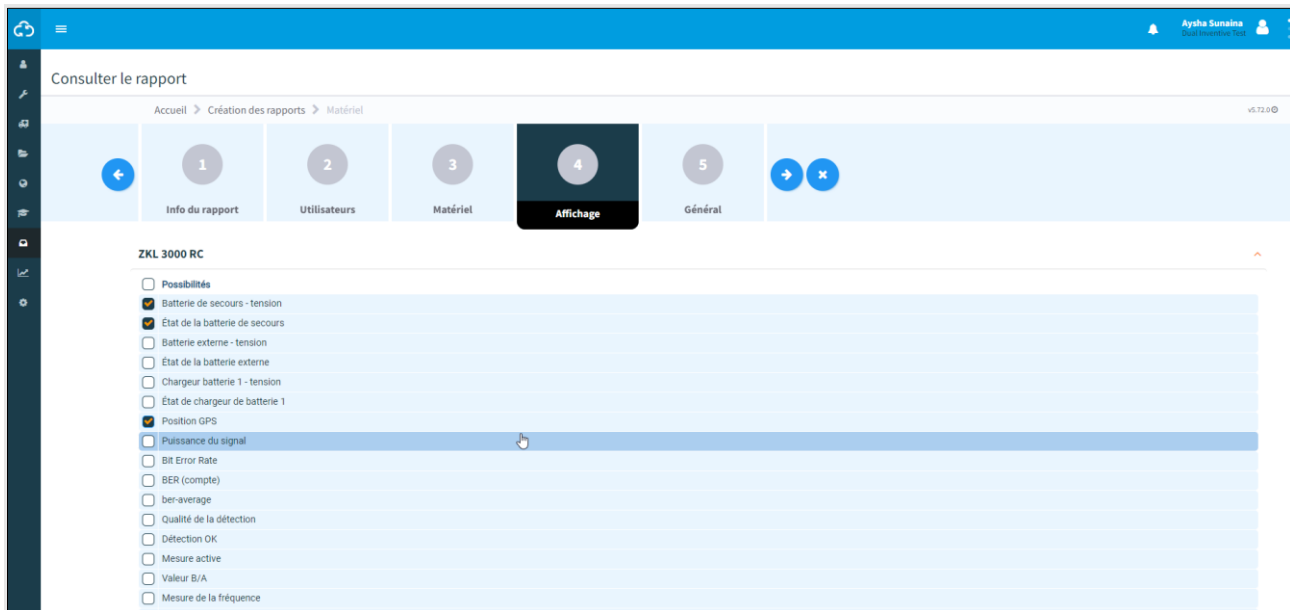

Figure 79 Consulter le rapport - affichage
- Étape 2 – Affichage (Figure 79),